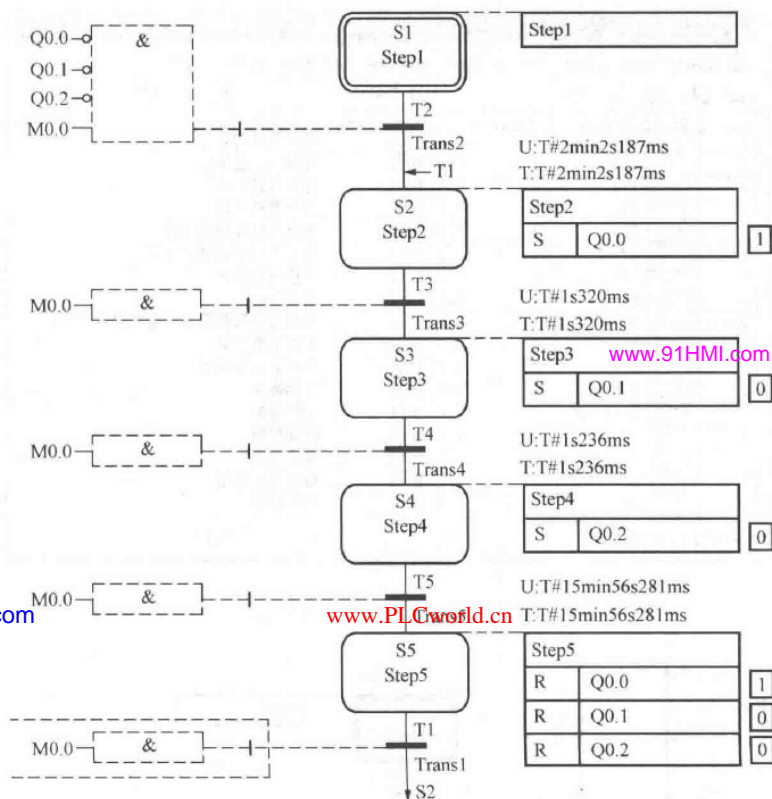

图 3-68 电动机控制 GRAPH 程序监控
(7) 打开模拟仿真器 PLCSIM, CPU 置于 RUN-P 状态, 下载所有程序。
(8) 在 FB1 功能模块中, 单击监控按钮, 调试程序如图 3-68 所示。调试时需要仿真 PLC 的配合。